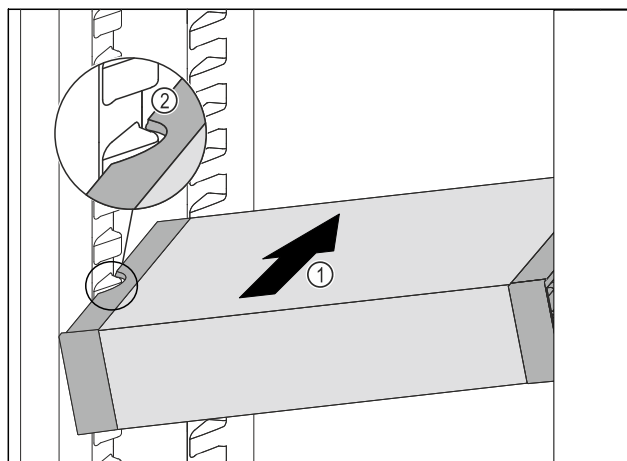

Fig. 73
- Introduzca el VarioSafe en posición oblicua en el compartimento del frigorífico Fig. 73 (1) hasta que los huecos laterales Fig. 73 (2) del VarioSafe se encuentren a la altura de la nervadura del recipiente en el compartimento frigorífico.